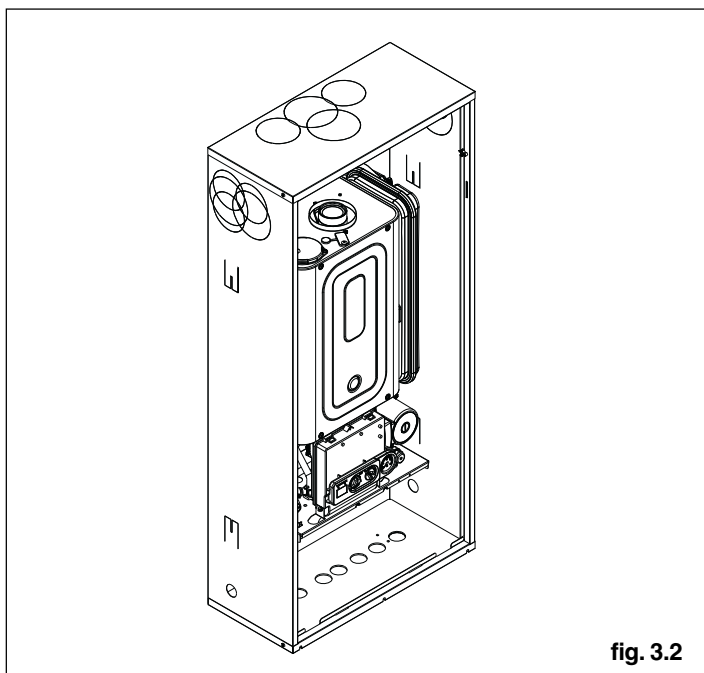

fig. 3.2
**Conica K 24-28 S** può essere installata anche all'esterno (fig. 3.2) nell'apposito box per incasso (vedi Catalogo listino)